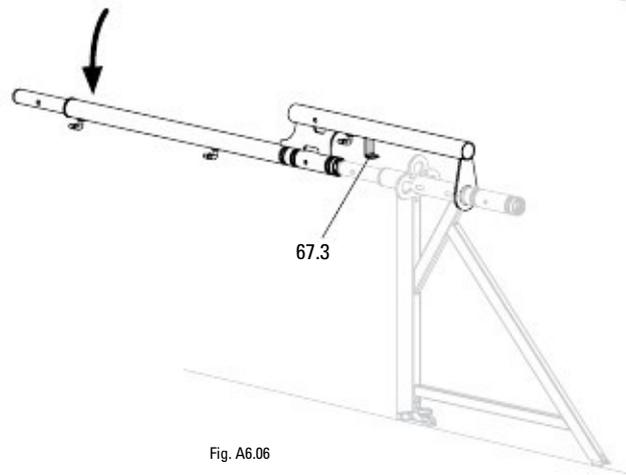

Fig. A6.06
2. Бутнете стойката на защитния панел EPS нагоре върху конзолата ECM, и след това я прикрепете към конзолата ECM (Fig. A6.06 + A6.07)